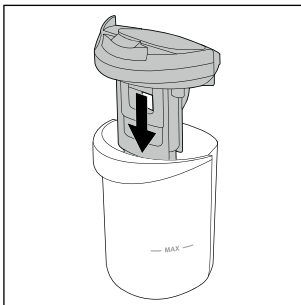

Abb. 29
- ◆ Setzen Sie den Deckel des Schmutzwasserbehälters **9** wieder auf den Schmutzwasserbehälter **2** (siehe Abb. 29).